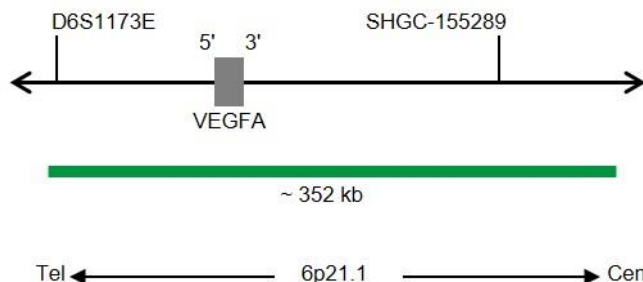

Abb. 1: SPEC VEGFA Sondenlokalisierung (nicht maßstabsgetreu)
- ZyGreen (Anregung 503 nm/Emission 528 nm) markierten Polynukleotiden (~10 ng/ μ l), die gegen Sequenzen in 6p21.1* (chr6:43,633,271-43,985,142) gerichtet sind, welche die VEGFA-Genregion enthalten (siehe Abb. 1).